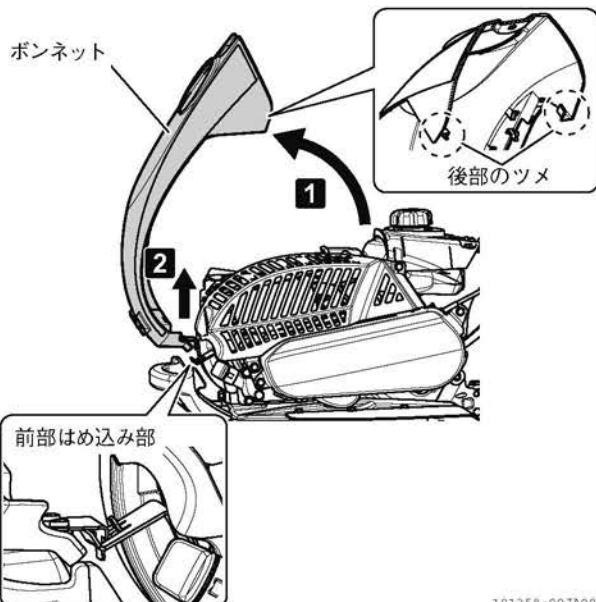

図 4-36 ボンネット
2. ボンネットの前部はめ込み部を支点にして前側に開くようにして外します。（図 4-36）
8. ボンネットを取り付けるときは、後部のツメを本機側に確実にはめ込んで取り付けます。（図 4-36）